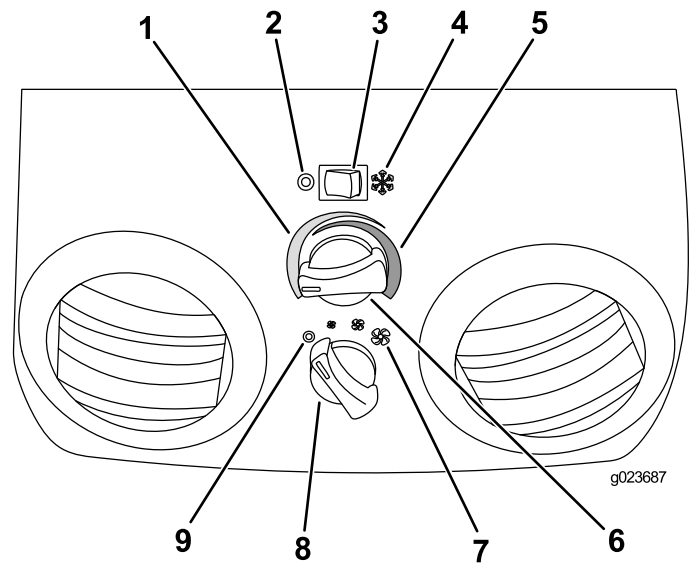

Figura 96
1. Mova a interruptor do ar condicionado à direita para colocar o ar condicionado na posição On (Figura 96).
3. Gire o seletor de temperatura à esquerda até alcançar a temperatura desejada (Figura 96).
4. Gire o seletor de velocidade do ventilador para a posição baixa, média ou alta (Figura 96).
1. Mova o interruptor do ar condicionado à esquerda para colocar o ar condicionado na posição Off (Figura 96).
3. Gire o seletor de temperatura à direita até alcançar a temperatura desejada (Figura 96).